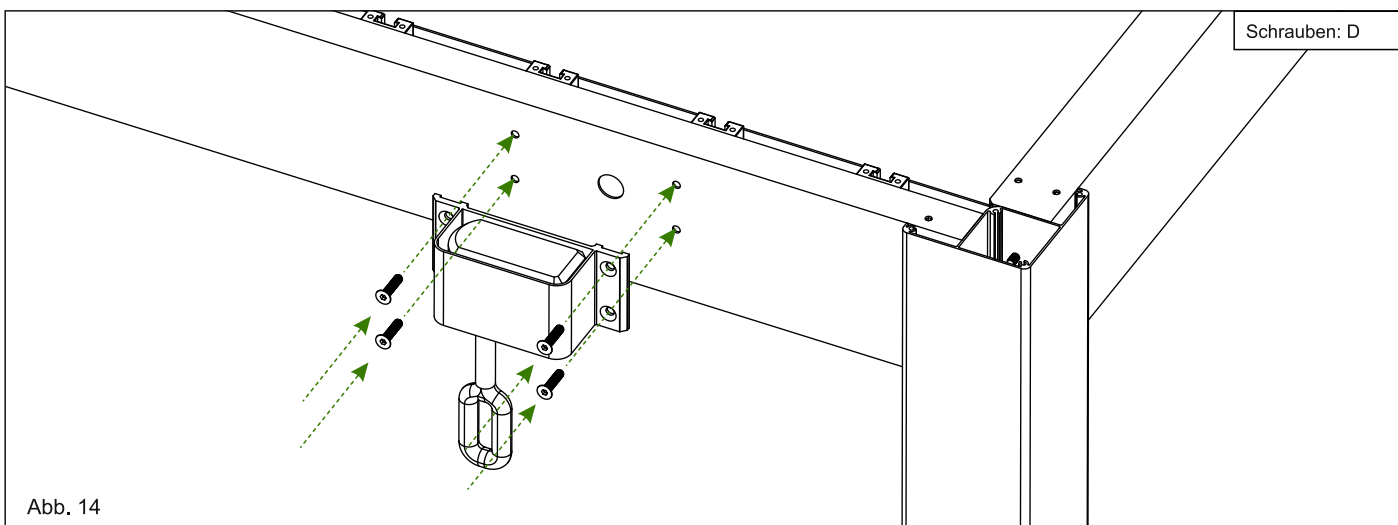

Abb. 14
6.1. Befestigen Sie das Kurbelgetriebe mit (D) M 6x25 Sechskant-Senkkopfschrauben in den dafür vorgesehenen Löchern an der Außenseite des Trägers A. Siehe Abb. 14.